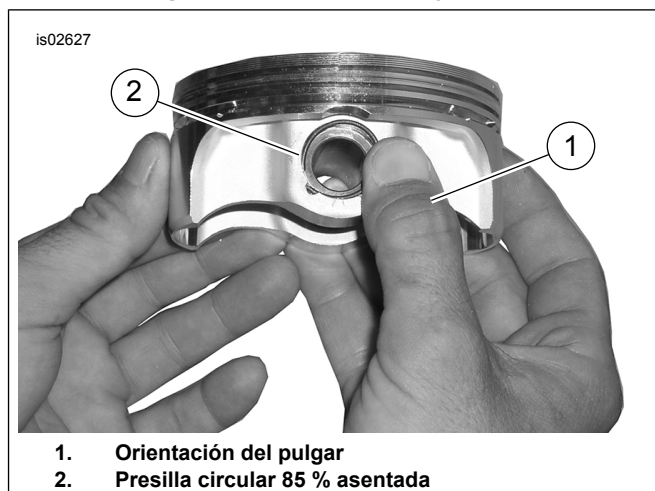

Figura 4. Instale la presilla circular
- Vea Figura 4 . Coloque el pulgar (1) como se muestra y presione firmemente hasta que aproximadamente el 85% de la presilla circular (2) esté asentada en la ranura.